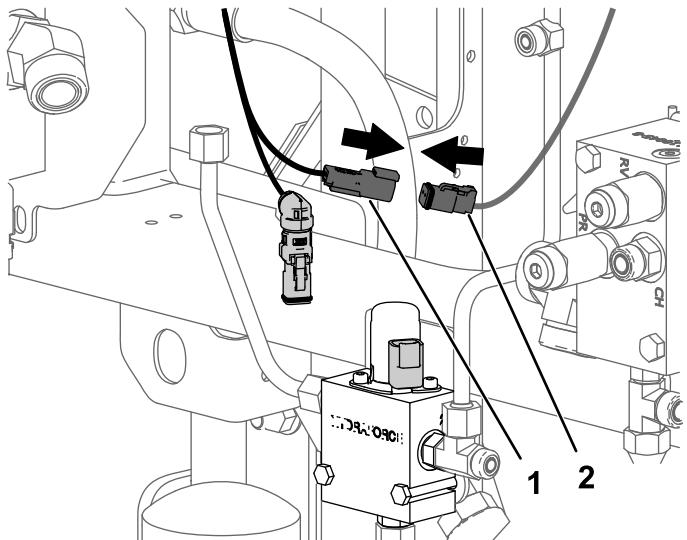

図30
11. いま外したプラグを、新しいワイヤーハーネス空いているソケットに接続する 図 30。